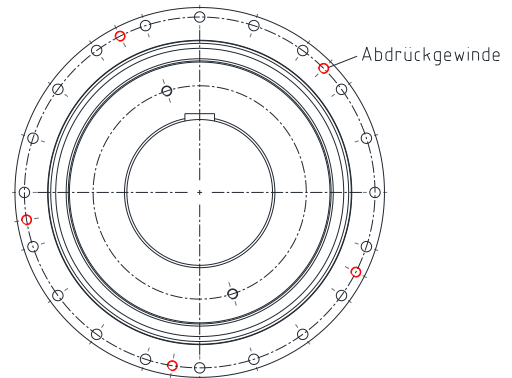

Bild 27
- Falls sich der Nockenring (Bauteil 4) nicht von selbst lösen sollte, nutzen Sie bitte die Abdrückgewinde der Flanschnabe (Bauteil 1), um den Nockenring zu lösen (siehe Bild 27).